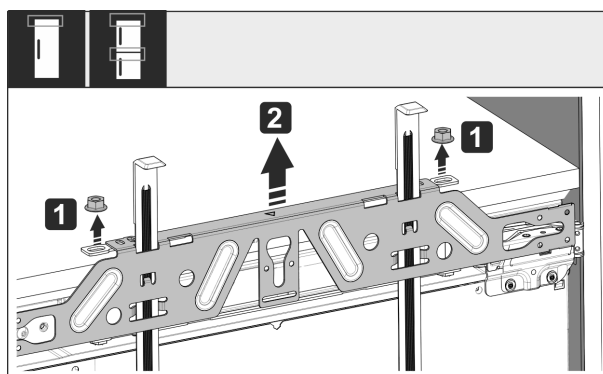

Fig. 58
- Odkręcić nakrętki zabezpieczające Fig. 58 (1).
- Zdjąć poziomą listwę mocującą Fig. 58 (2).